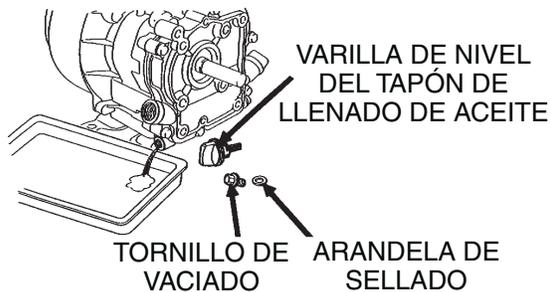

Figura 43. Vaciar el aceite del motor
1. Vacíe el aceite del motor mientras está caliente, como se muestra en la Figura 43.